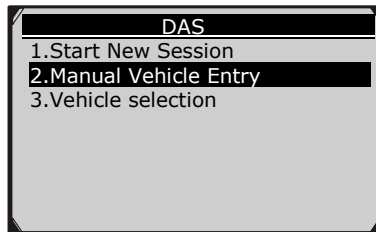

Figura 6.9
- 2) Utilice el botón de desplazamiento **arriba / abajo** para seleccionar la opción **Manual Vehicle Entry** en el menú **DAS**. (Figura 6.9)